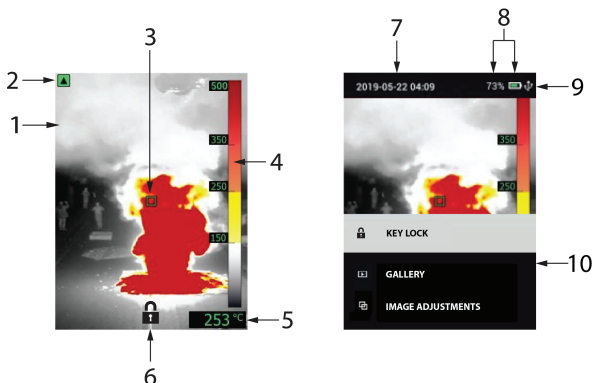

Abbildung 4.2 Beschreibung des Displays der K1
4. Temperaturskala: Stellen Sie die Empfindlichkeit (Verstärkung) auf NIEDRIG, HOCH oder AUTO ein. Wenn die Empfindlichkeit auf NIEDRIG eingestellt ist, liegt der Temperaturbereich bei $-10 \sim 400 \text{ }^\circ\text{C}$ ($14 \sim 752 \text{ }^\circ\text{F}$), und die Bereichsanzeige für niedrige Empfindlichkeit (auf dem Display oben links) wird angezeigt, siehe **Abbildung 4.2, Beschreibung des Displays**. Wenn die Empfindlichkeit auf HOCH eingestellt ist, liegt der Temperaturbereich bei $-10 \sim 140 \text{ }^\circ\text{C}$ ($14 \sim 284 \text{ }^\circ\text{F}$), und die Bereichsanzeige für niedrige Empfindlichkeit wird ausgeschaltet. Stellen Sie die Empfindlichkeit auf AUTO ein, damit der Bereich eingestellt wird, der für ein bestimmtes Bild am besten geeignet ist.